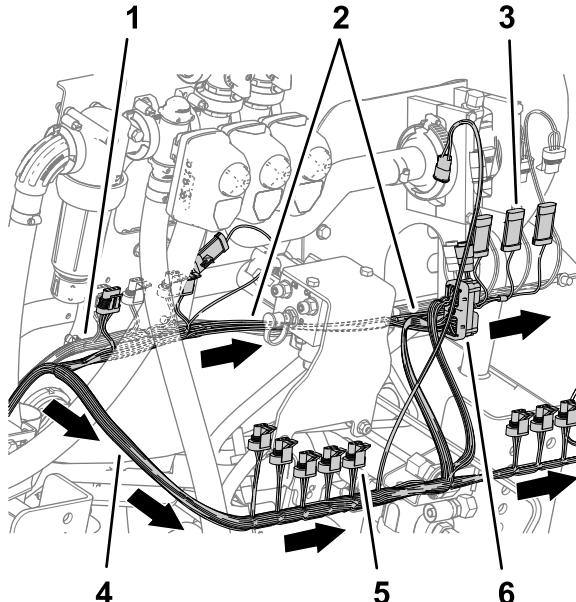

图85
7. 如图85 所示在机器背面将 89cm 线束支管从提升歧前面布置到流量计右侧。
8. 如图85 所示将 102cm 线束支管从提升歧管后面布置到右侧。